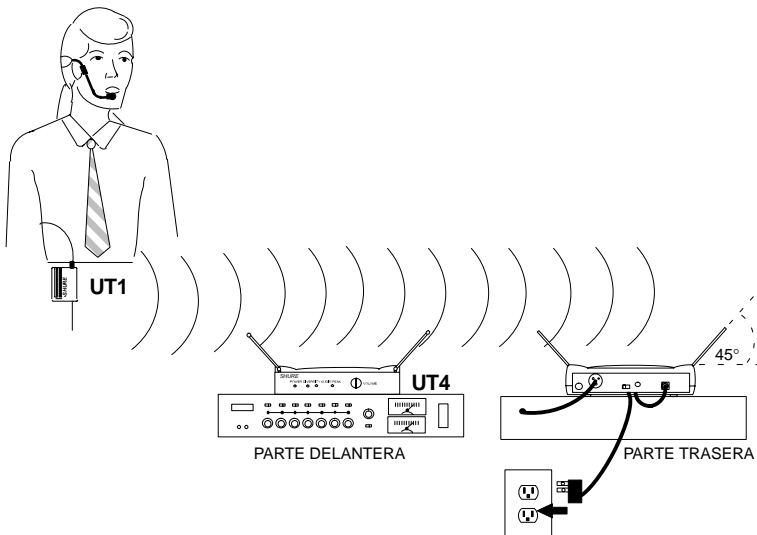

FIGURA 10
1. Consulte la Figura 10. Conecte el adaptador de CA incluido al enchufe DC INPUT en la parte trasera del receptor. Inserte el cable del adaptador en el retén de cable. Enchufe el adaptador a un tomacorriente o a otra fuente de alimentación CA (use el adaptador PS20 para 120 VCA, 60 Hz y el PS20E para 230 VCA, 50 Hz). La luz verde POWER del receptor se iluminará.